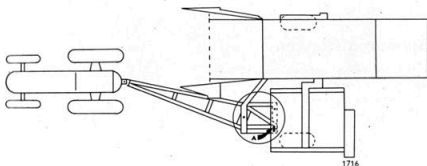

Bild 12. Skördetröska under transport.
För att underlätta transporten av skördetröska är denna utrustad med ställbar dragaram. För att kunna regla dragaramen i önskat läge finnes en härtill avsedd sprint (A). Bild 12—13.